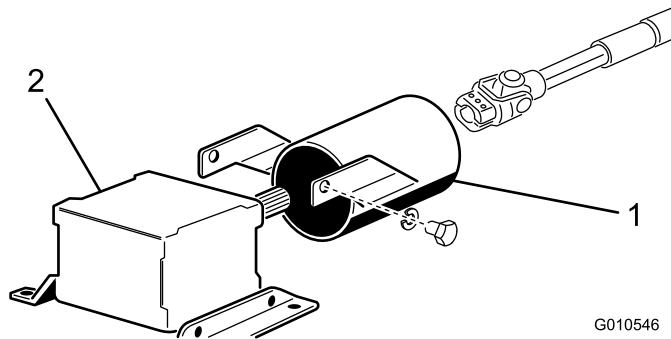

Figura 8
3. Rimuovete i 2 bulloni e le rondelle di bloccaggio che fissano la staffa di montaggio della protezione della PDF agli ingranaggi (Figura 8). Conservate gli elementi di fissaggio per installazioni future.
4. Inserite la protezione dell'albero della presa di forza sull'albero stesso, posizionando la protezione come mostrato in Figura 8.